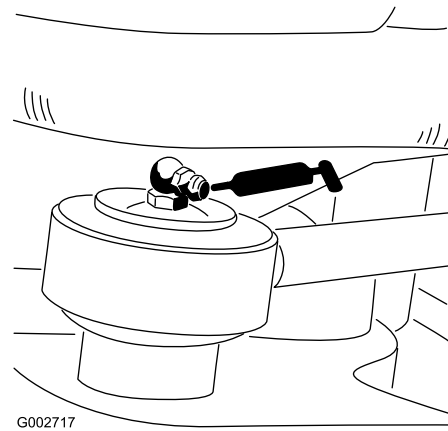

Bild 25
- Ende der Lenkzylinderstange (1) (nur Modell 08705) (Bild 25)